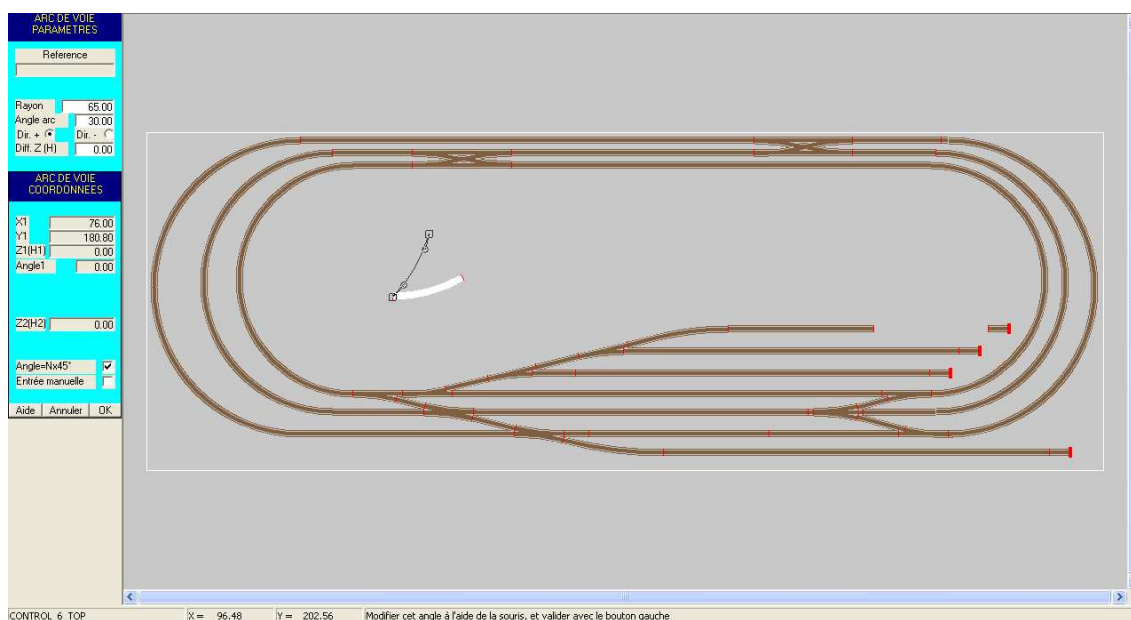

Figure MODIF-4: Modification d'un segment en arc de cercle.
- on peut le faire tourner (s'il n'est pas déjà connecté), en sélectionnant un symbole rond (poignée d'angle), par un deuxième "clic souris" (figure MODIF-4).